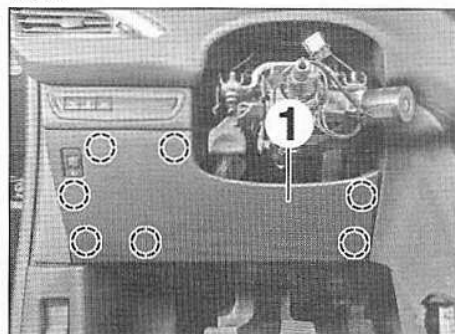

FIG.5
- Dégrafer et déposer la garniture de genoux (1) (Fig.5).